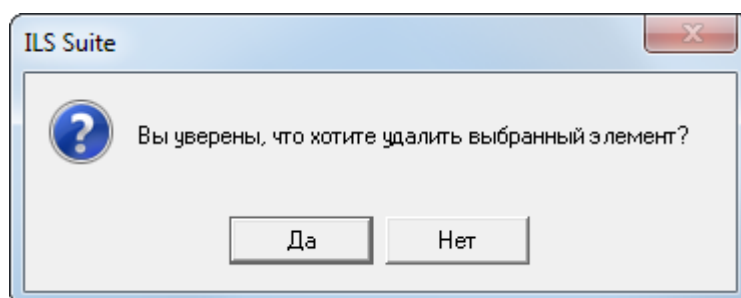

Рис. 7-8 – Диалоговое окно при удалении запроса
4) В открывшемся диалоговом окне нажать «Да» для подтверждения действия (рис. 7-8). В этом случае выбранный запрос будет удален из базы данных. Для отказа от удаления нажать «Нет».